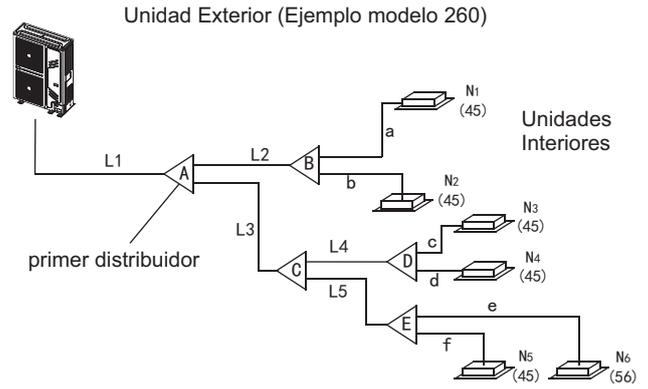

Fig. 4-5
- Ejemplo: En la Fig.4-5, la capacidad total aguas abajo de la tubería L2 es de  $45 \times 2 = 90$ , por lo que según la Tabla 4.4, el diámetro de gas / líquido de L2 será:  $\Phi 15.9 (5/8") / \Phi 9.5 (3/8")$ .